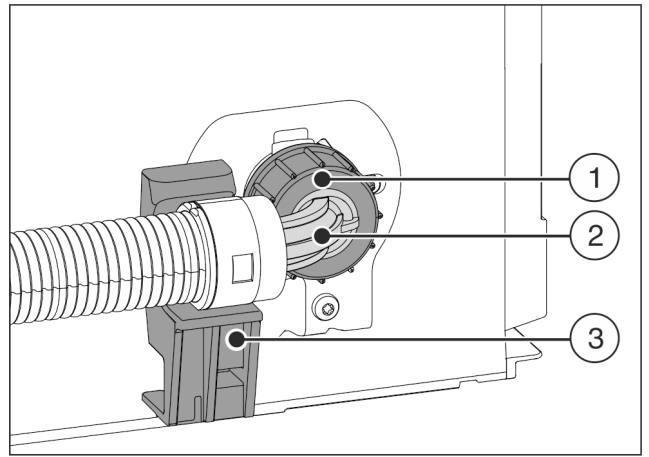

Fig. 23
- Posicione y sujete el extremo de manguera acodado Fig. 23 (2) en posición horizontal en el soporte Fig. 23 (3).
- Atornille la tuerca Fig. 23 (1) con la mano en la rosca, hasta que se obtenga un asiento seguro y fijo.